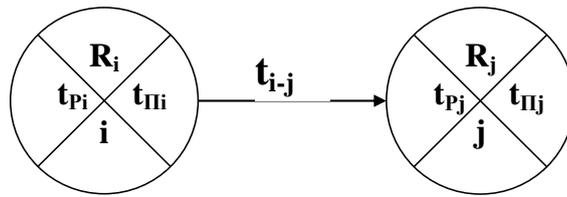

Рисунок 7 – Схема для расчета параметров событий и работ
2) Определение параметров событий (см. рис. 7).
Ранний срок события записывается в левую часть кружочка. (см. рис.7)
Поздний срок события записывается в правую часть кружочка. (см. рис.7)
Перед тем как рассчитывать параметры работ следует определиться с составом и обозначением работ. Каждая работа обозначается $i-j$ – т.е. номерами событий, между которыми она заключена (см. рис. 7). Состав и названия всех работ перечислены в таблице 3 в столбце $i-j$.